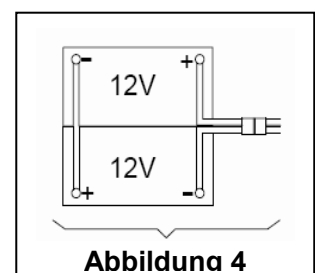

Abbildung 4
Dieses Gerät benötigt zwei (2) 12-V-Batterien. Verbinden Sie sie, wie es in Abb. 4 auf der rechten Seite dargestellt ist.